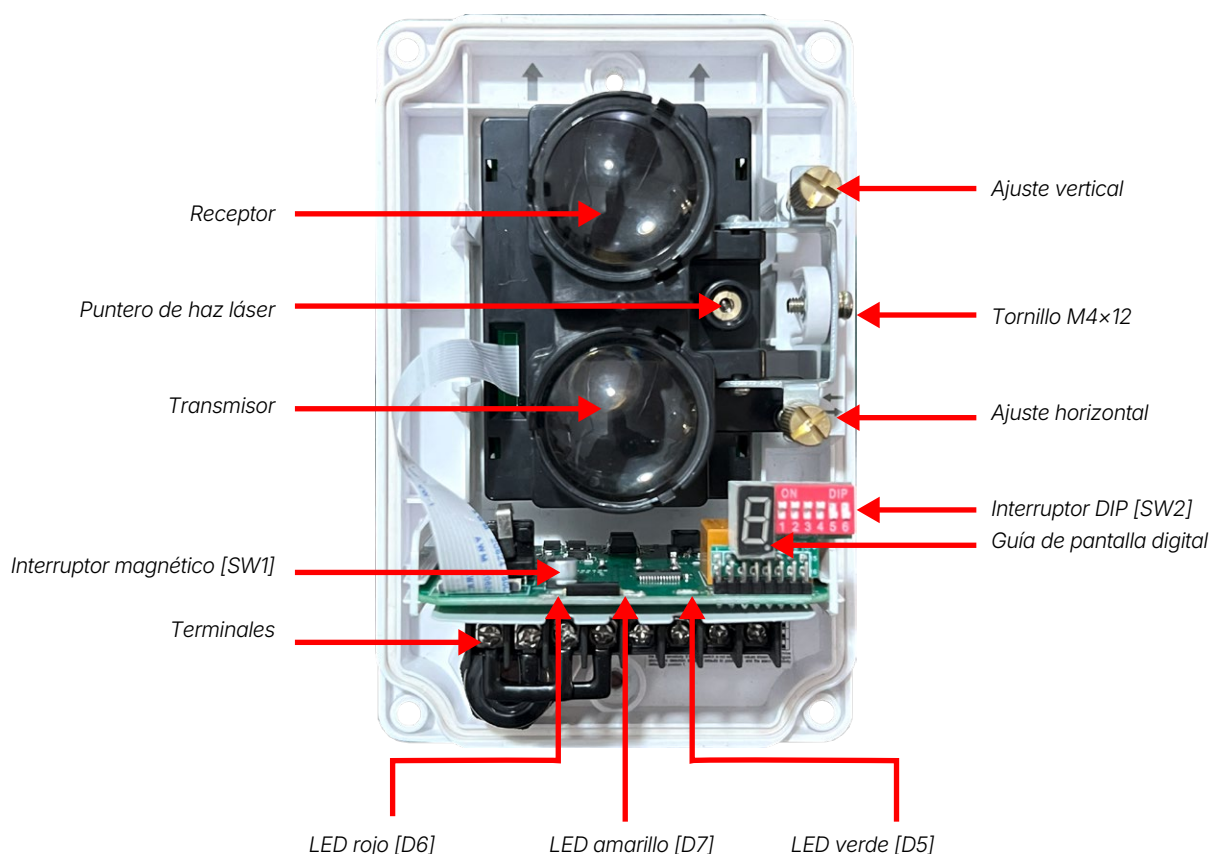

Figura 8: Nombres y ubicación
- b. Una vez localizada la marca, afloje el tornillo M4x12 y ajuste la rueda de ajuste horizontal o vertical hasta que la marca del haz láser quede en el centro del espejo. Consulte la figura 8.
- a. Utilizando los materiales opacos/translúcidos suministrados, cubra la mitad del haz con la parte opaca del material. Inmediatamente después de que se encienda el LED amarillo [fallo], indicando la señal de fallo, los relés de alarma de fallo [GZ1 y GZ2] se bloquearán en estado normalmente cerrado. Consulte la figura 8.